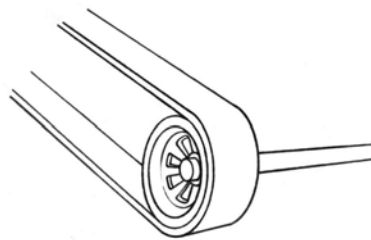

Figure 18 : Mouvement transversal
- c) **Mouvement transversal** : Ce type de mouvement en ligne droite et continu représente un danger parce que le travailleur peut être frappé par la pièce mobile ou pris dans un point de pincement ou de cisaillement (figure 18).